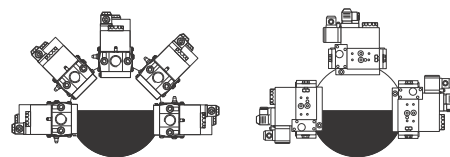

Рис. 33
- 1 Освободить стержень **T** (Fig. 33) и вынуть его из ложа наружу.
- 2 Снять винты **V1**, **V2**, **V3**, **V4**, **VT1** и **VT2** (Fig. 33).